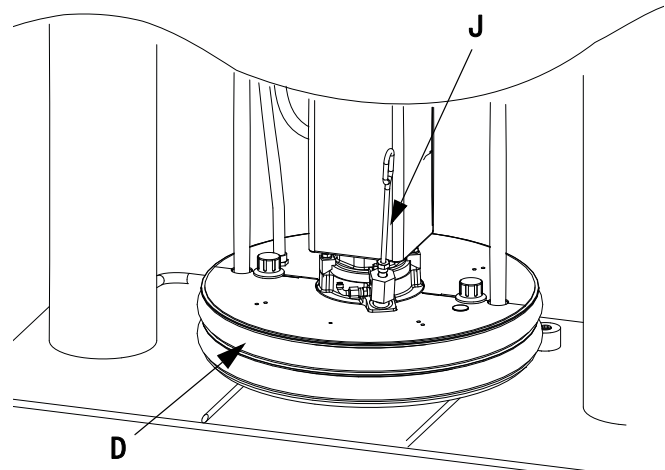

图 17：加热压盘
3. 给压盘密封 (D) 涂上与要泵送流体相兼容的润滑脂或其他润滑剂。
5. 将满载流体的料桶置于柱塞底座上，将其向后推至料桶止挡，并在压盘 (D) 下对好中心。可提供可选料桶滚轮套件，以便更容易地将料桶装到底座上。订购套件 255627。
6. 从压盘放气端口 (J) 上拆下放气管。见图 17。